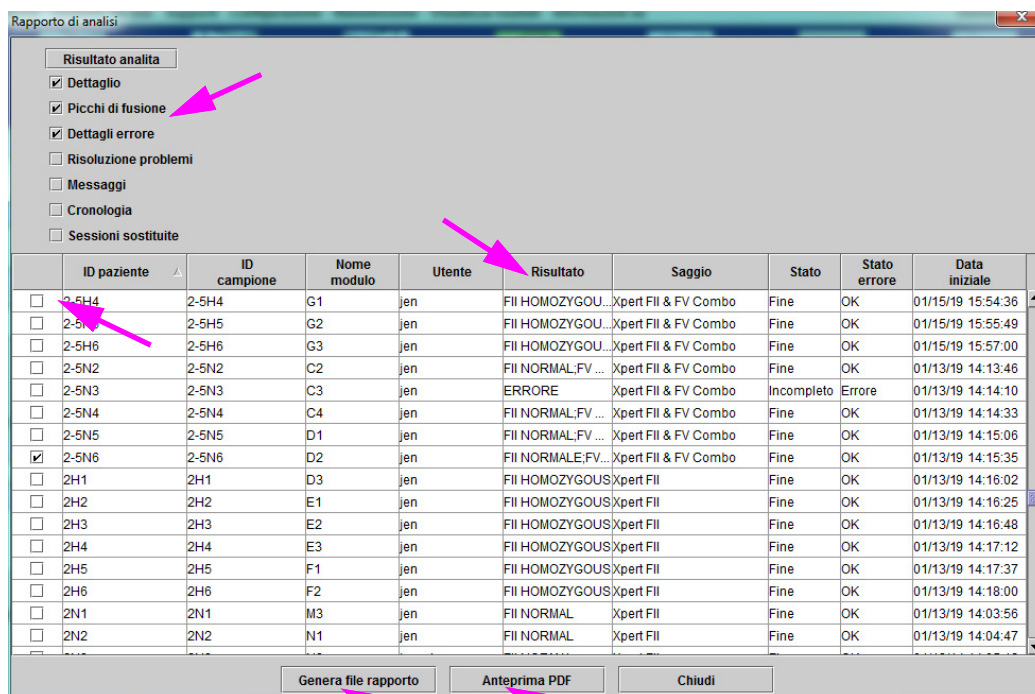

Figura 5-57. Finestra di dialogo Seleziona le analisi da visualizzare
- Il pulsante **Risultato analita** consente all'utente di selezionare specifiche informazioni da includere nella sezione Risultato analita del rapporto (vedere Figura 5-57).